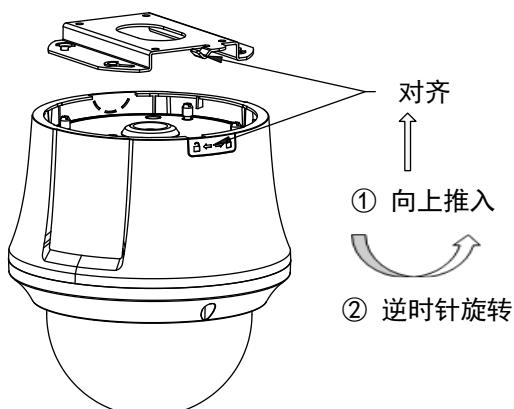

图2-48 推入安装
- 将智能球上壳体顶面箭头方向朝向安装底座伸出尖端，向上推入，然后朝安装底座伸出尖端方向推动，到位后限位弹舌自动卡入安装底座限位挡板的右边，如图 2-48 所示。